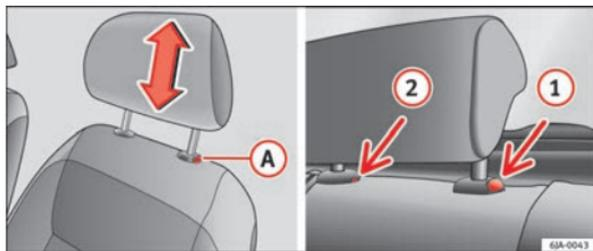

Fig. 72 Encostos de cabeça: ajuste/desmontagem do encosto de cabeça
- Para baixar o apoio de cabeça, mantenha pressionada com uma mão o botão **A** ⇒ Fig. 72 e empurre com a outra mão para baixo.
- Pressione a segurança **A** ⇒ Fig. 72 e extraia o encosto de cabeça.
- Pressione a segurança **1** ⇒ Fig. 72, pressionando em simultâneo com uma chave de fendas plana de 5 mm de largura máx. a segurança no orifício **2** e retire o encosto de cabeça.